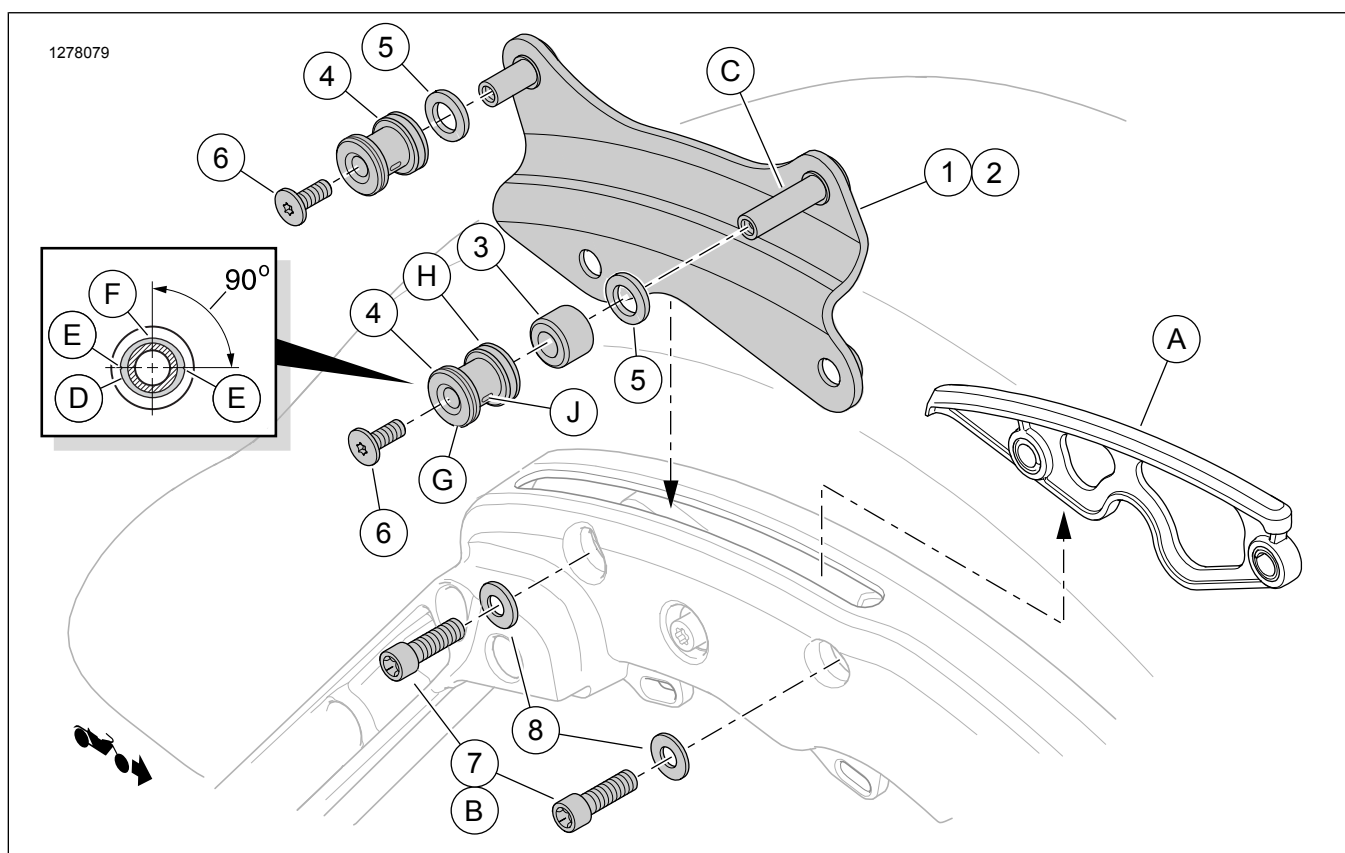
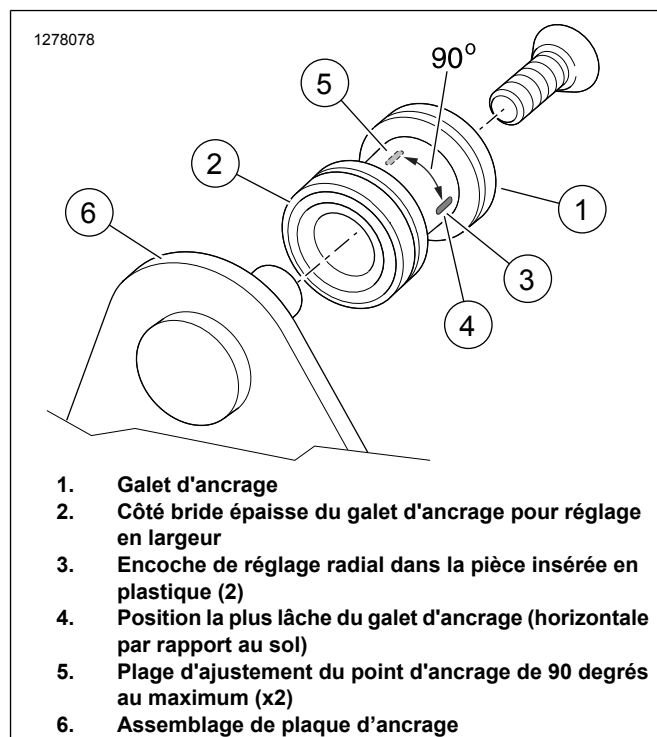

Figure 1. Contenu du kit : Kit de matériel d'ancrage amovible à quatre points d'ancrage réglables
Figure 2. Installation du galet d'ancrage
3. Voir Figure 1 . Retirer les deux vis (B) du support de sacoches de chaque côté.
4. Soulever les ajouts de cache-fente (A) des emplacements.
Voir Figure 1 . Ne pas installer les entretoises de réglage en largeur (5) à ce stade.
- a. Installer une entretoise (3) sur la goupille longue (C) de chaque plaque d'ancrage.
- b. Glisser un point d'ancrage (4), la partie **épaisse (H)** en premier, sur chaque goupille de plaque d'ancrage.
- c. Installer les vis (6) dans les goupilles de plaque d'ancrage.
- d. Voir Figure 2 . Tourner chaque point d'ancrage de manière à positionner les encoches à l'horizontale (4).
Voir Figure 2 .
- b. Voir Figure 1 . Retirer la vis (6) et le galet d'ancrage (4) des quatre goupilles de plaque d'ancrage.
- d. Appliquer 2 ou 3 gouttes de frein filet sur le filetage de chaque vis (6). Poser les vis.
- e. Voir Figure 2 . Tourner chaque point d'ancrage de manière à positionner les encoches à l'horizontale (4). Serrer les vis jusqu'au blocage.
- a. Voir Figure 1 . Retirer tous les composants des quatre goupilles de la plaque d'ancrage.
- b. Installer les entretoises de réglage en largeur (5) sur chaque galet d'ancrage.
- c. Installer une entretoise (3) sur la goupille longue (C) de chaque plaque d'ancrage.
- e. Appliquer 2 ou 3 gouttes de frein filet sur le filetage de chaque vis (6). Poser les vis.
- f. Voir Figure 2 . Tourner chaque point d'ancrage de manière à positionner les encoches à l'horizontale (4). Serrer les vis jusqu'au blocage.
- a. Desserrer les vis (6).
- b. Voir Figure 2 . Faire tourner les points d'ancrage (1) légèrement de manière à ce qu'ils ne soient plus à l'horizontale (4).
- d. Continuer de tourner légèrement vers la verticale (5), en quittant l'horizontale (4), jusqu'à obtenir un ajustement serré à chaque emplacement.
5. Voir Figure 1 . Serrer les vis de la goupille de la plaque d'ancrage (6). Serrer.